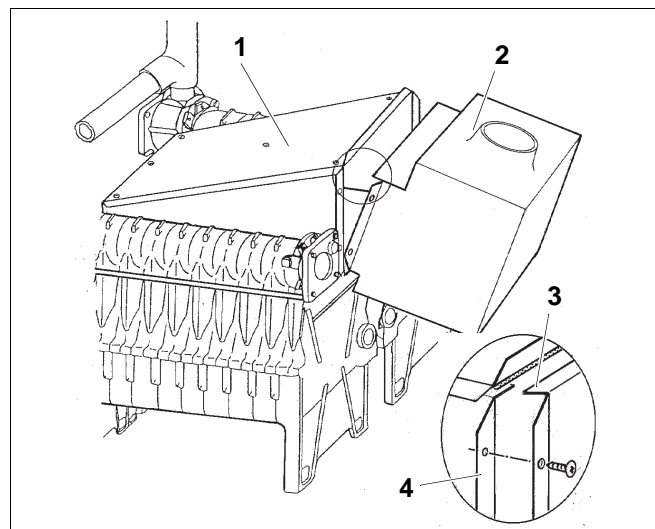

Fig. 41 Montage du coupe-tirage
En cas de livraison avec un clapet d'obturation des fumées\*, celui-ci doit être monté dans le coupe-tirage avant de placer ce dernier (fig. 41, **pos. 2**), voir notice de montage séparée.
- Visser le coupe-tirage (fig. 41, **pos. 2**) avec 6 vis à tête plate courtes 3,9 x 9,5 aux faces latérales (fig. 41, **pos. 4**) du collecteur de fumées.
Faire attention que lors du montage du coupe-tirage la tôle supérieure (fig. 41, **pos. 3**) du coupe-tirage se trouve entre la cloison de séparation et les faces latérales du couvercle de nettoyage (fig. 41, **pos. 1**).
- Serrer toutes les vis du couvercle de nettoyage (fig. 41, **pos. 1**).
Faire attention lors du montage que l'**étanchéité** du couvercle de nettoyage (fig. 41, **pos. 1**) du collecteur de fumées **ne soit pas endommagée**.
En cas de problèmes lors du montage du coupe-tirage (fig. 41, **pos. 2**) desserrer les vis du couvercle de nettoyage ou des face latérales. Reserrer les autres vis après le montage du coupe-tirage.